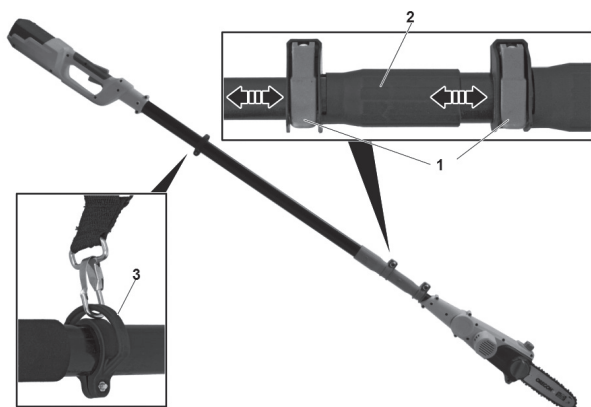

Рис.12
Для регулировки длины штанги ослабьте зажимные рычаги (1) Рис.12. Выдвиньте штангу (2) на необходимую длину. Затяните зажимные рычаги.
Для удобства работы закрепите на высоторез подвесной ремень (3) Рис.12.